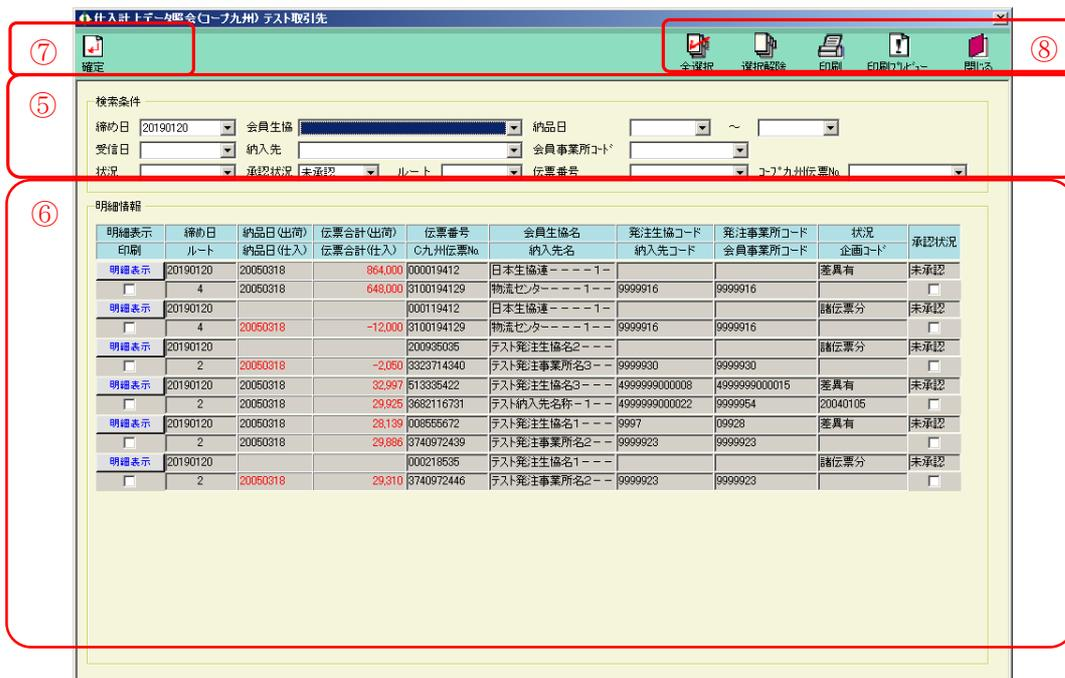

図 7-3-2. 一覧表示画面
プルダウン選択後、②の一覧に該当するデータが表示されます。(図 7-3-2. 参照)